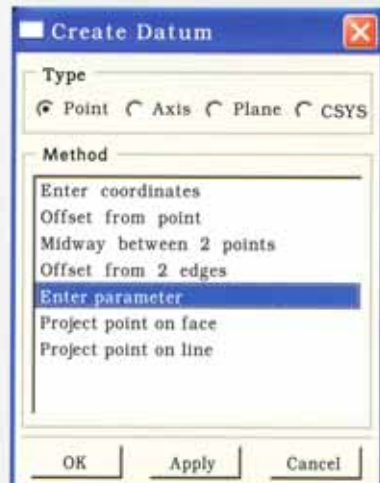

图3-3-6
4. 在主菜单中选择Tools → Datum, 按图3-3-6所示选择对话框内的选项, 点击Apply。